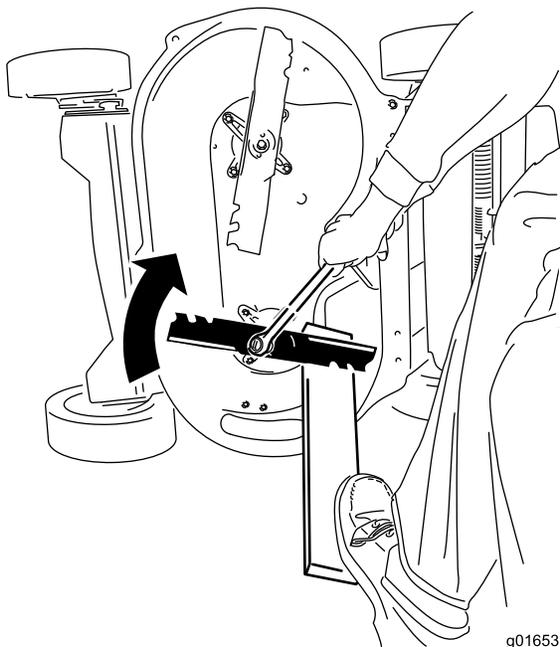

Figura 45
- Apoye cada cuchilla en un trozo de madera, y gire el perno de la cuchilla en el sentido de las agujas del reloj con una llave dinamométrica, según se muestra en Figura 45; apriete el perno de la cuchilla a 82 Nm (60 pies-libra).